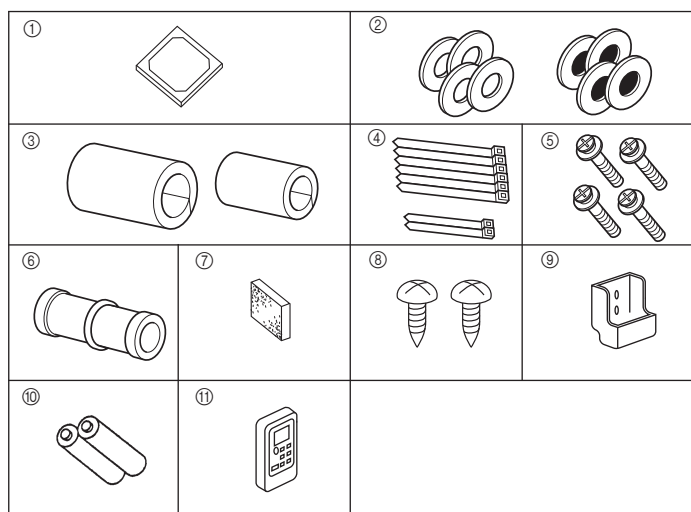

Fig. 4-1
4.1. Kontrollera tillbehören för inomhusenheten (Fig. 4-1)